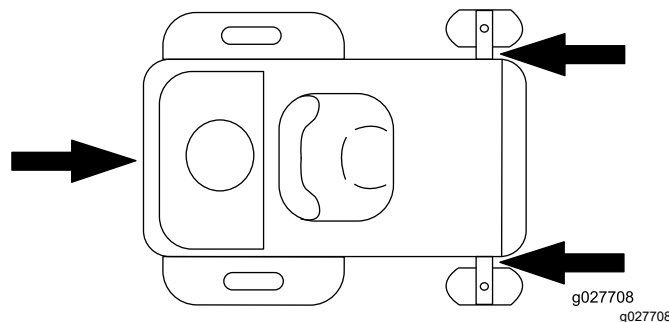

Figuur 34
4. Rij de machine achteruit op de oprijplaat (Figuur 34).
2. Rij de machine vooruit de oprijplaat af (Figuur 34).